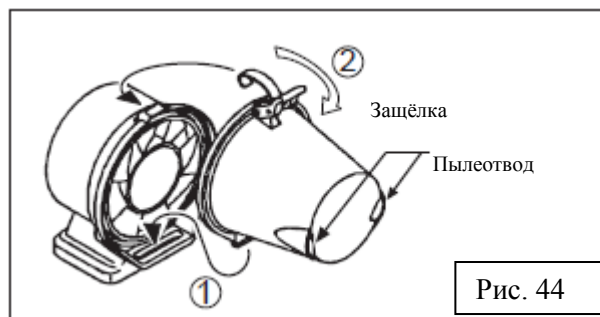

Рис. 44
- Поставьте пылеуловитель на место и зафиксируйте защёлкой (рис. 44).